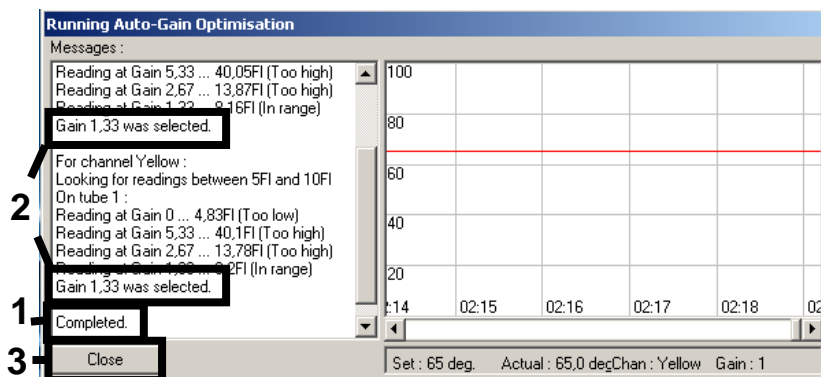

Figure 4. Optimisation de l'augmentation terminée. Noter les valeurs d'augmentation (dans ce cas, 1,33 pour les deux canaux de fluorescence).
4. Une nouvelle fenêtre **Running Auto-Gain Optimisation** (lancement de l'optimisation de l'augmentation automatique) s'ouvre. Attendre que le message **Completed** (terminé) s'affiche dans cette fenêtre (figure 4). Saisir les valeurs d'augmentation sélectionnées pour les deux canaux, puis cliquer sur **Close** (fermer) (figure 4).